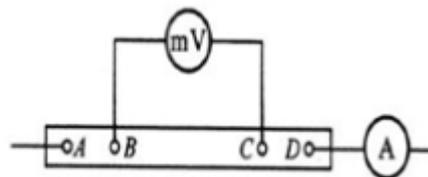

图 7-4 四端接法电路图
3. 图 7-4 所示四端接法的低电阻，测量结果 R_x 是（BC 间电阻）